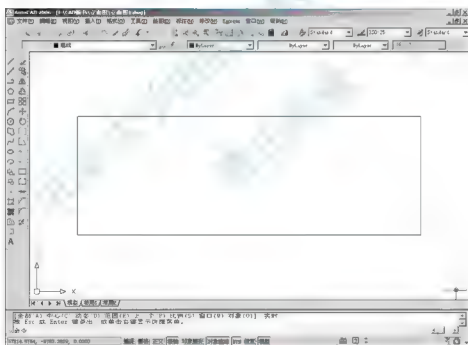

图 4.3 调整视图
④ 用【实时缩放】命令将视图调整到如图4.3所示的状态。
(3) 将矩形最下面的水平线向上偏移600mm,生成勒脚线。
① 分解矩形:由于矩形是一条闭合多段线,所以其4条边为整体关系,在生成勒脚线之前应首先将其分解,否则矩形的4条边会一起向内偏移。
② 单击【修改】工具栏上的【分解】图标, 启动【分解】命令。
- ③ 在**选择对象**提示下,选择矩形为分解对象,然后按 Enter 键结束命令。